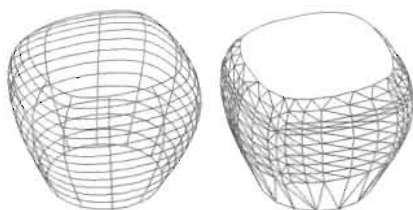

图 14-112
(1) 根据原始文件路径打开图形, 如图 14-112 所示, 左边为线框效果, 右边为消隐之后的效果。